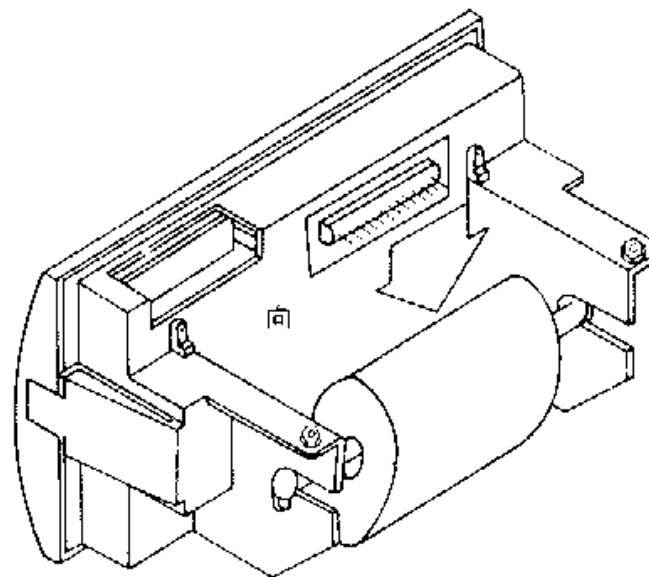

图 2-10. 将纸卷安装在打印机的导槽内
(4) 将新纸卷套在纸卷轴上，并按图 2-10 所示将纸卷轴用